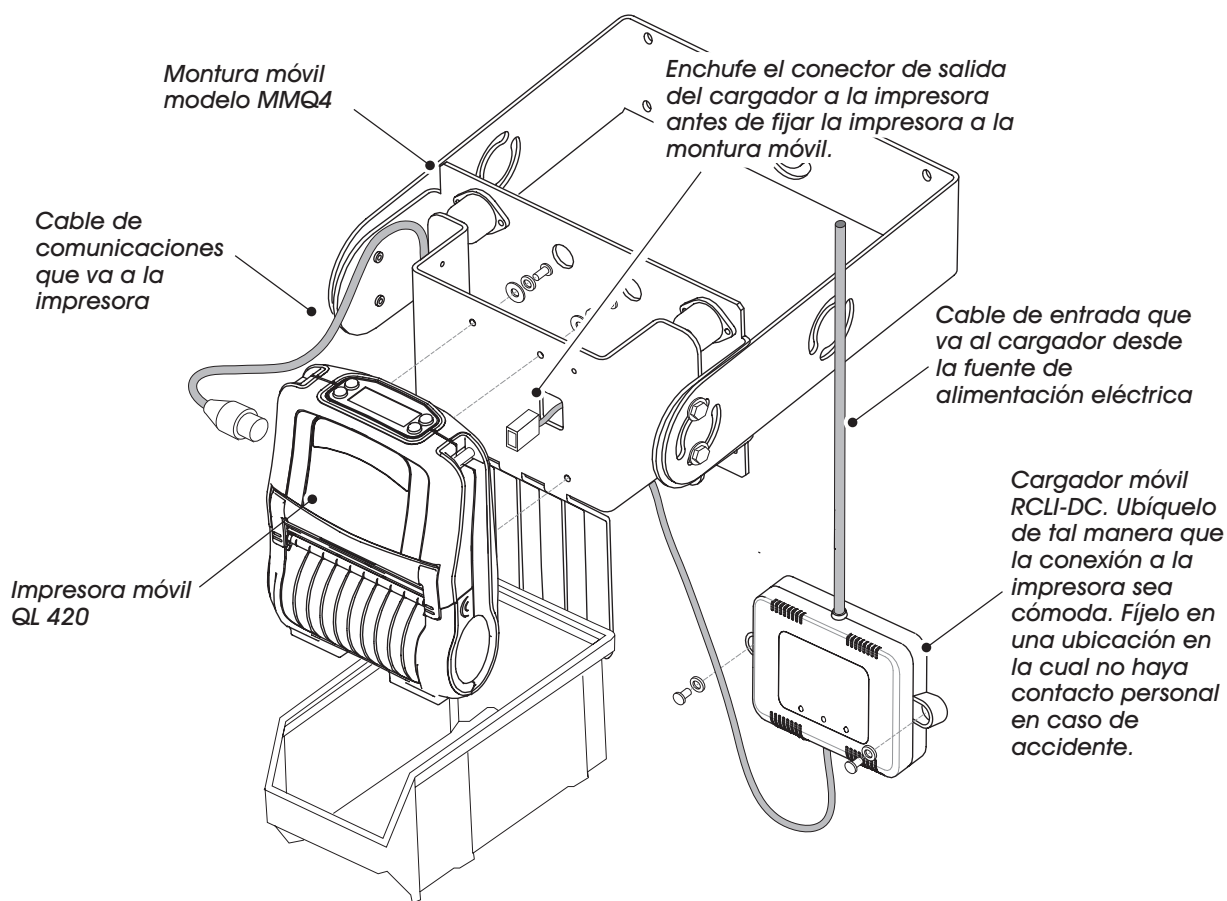

Figura 2
- Enchufe el cable de salida que va del cargador a la conexión de la batería en la impresora. (Remítase al Manual del usuario QL 420 para obtener información adicional). Si está utilizando una montura móvil MMQ4, es posible que sea más fácil enchufar el conector del cargador antes de montar la impresora en el soporte de montura móvil. Consulte la Figura 2.